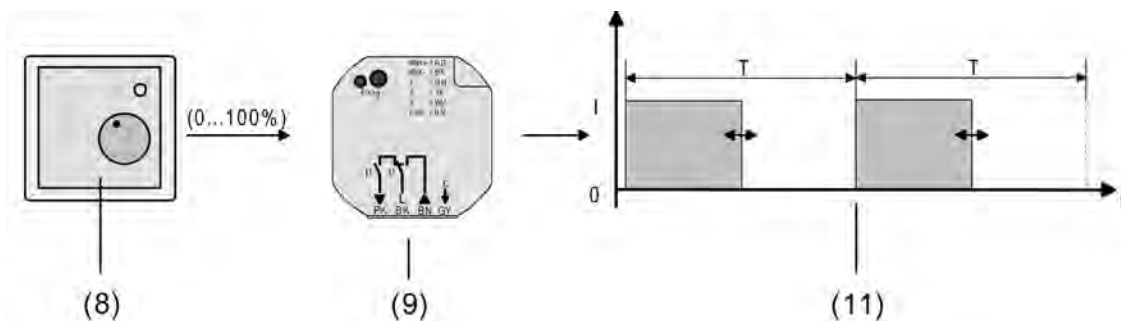

Bild 38: Stellgrößenprinzip bei stetiger Stellgröße
(8) Raumtemperaturregler (RTR) (Stellgröße "1 Bit")
(9) Fensterschnittstelle
(10) Schaltendes Ausgangssignal für Ventilantriebe
Das über das 1 Byte Objekt "Stellgröße" empfangene Werttelegramm wird im Normalbetrieb durch das Gerät in ein äquivalentes pulswidenmoduliertes Schaltsignal an den Ventilausgängen umgesetzt (Bild 38). Der aus dieser Modulation resultierende Mittelwert des Ausgangssignals ist unter Berücksichtigung der im Gerät einstellbaren Zykluszeit (T) ein Maß für die gemittelte Ventilstellung des Stellventils und somit eine Referenz für die eingestellte Raumtemperatur (siehe "Pulsweitenmodulation bei stetigen Stellgrößen und stetigen Soll-Ventilpositionen").